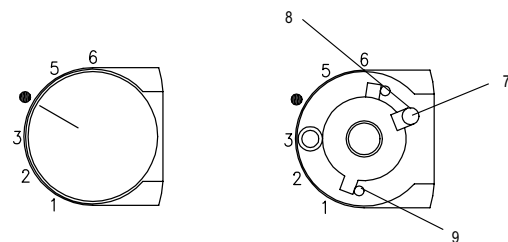

Figure 1 – rys. 1
2.4 Ograniczenie zakresu ustawień (patrz rys. 1)